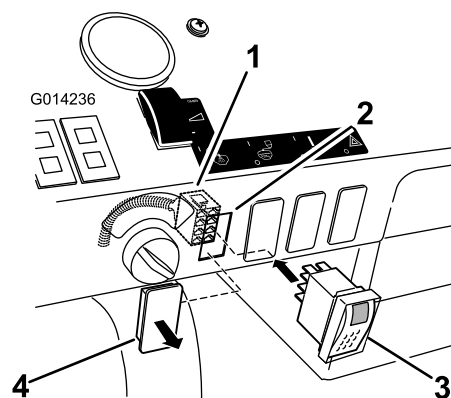

Figura 30
- Localice el tapón del interruptor del depósito de enjuague en el salpicadero (Figura 30).
- Retire el tapón del salpicadero (Figura 30).
- Conecte el interruptor al conector cuadrado a través del salpicadero (Figura 30).